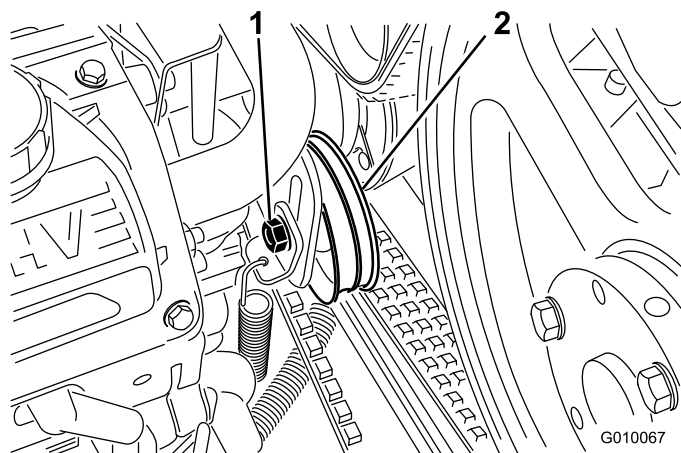

Figura 58
4. Desaperte o parafuso intermédio da correia da bomba o suficiente para permitir o movimento na sua ranhura de ajuste (Figura 58).